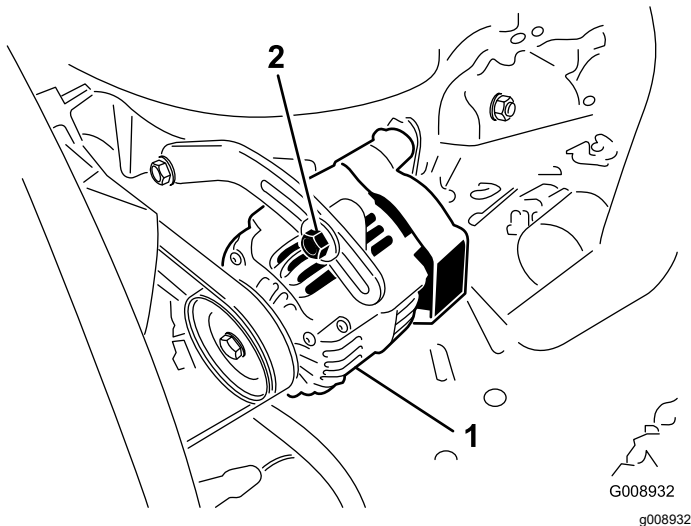

Figure 73
Vérifiez l'état et la tension des courroies (Figure 73) toutes les 100 heures de fonctionnement.
2. Si vous n'obtenez pas une flèche de 10 mm, desserrez les boulons de fixation de l'alternateur (Figure 73). Augmentez ou diminuez la tension de la courroie et resserrez les boulons. Contrôlez de nouveau la flèche de la courroie pour vérifier si la tension est correcte.